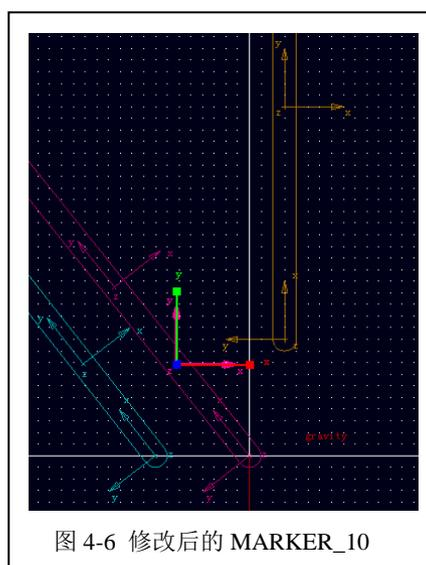

图 4-6 修改后的 MARKER_10
4.4 将属性对话框中的 Location 的坐标 (-115.0,145.0,0.0) mm 修改为 (-62.1,78.3,0) mm，然后点击 OK 确定。则 **MARKER_10** 点的位置将改变，如图 4-6 所示。